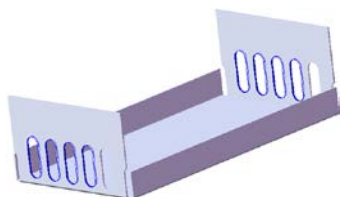
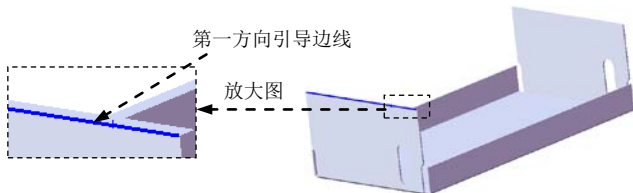

图 11.3.26 阵列（线性）1
图 11.3.27 选取阵列引导边线
Step9. 创建图 11.3.26 所示的阵列（线性）1。
(1) 选择下拉菜单 **插入(I)** → **阵列/镜向(E)** → **线性阵列(L)...** 命令，系统弹出“线性阵列”对话框。
(2) 定义阵列参数。
① 定义方向 1 的阵列引导边线。选择图 11.3.27 所示的边线为第一方向引导边线。